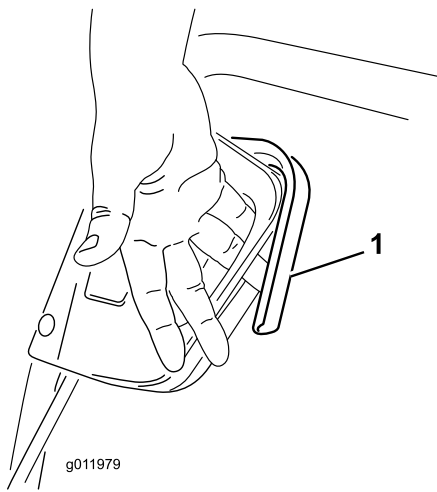

Figure 6
3. Introduisez deux doigts dans l'ouverture du démarreur et poussez le levier de commande vers le guidon (Figure 6).